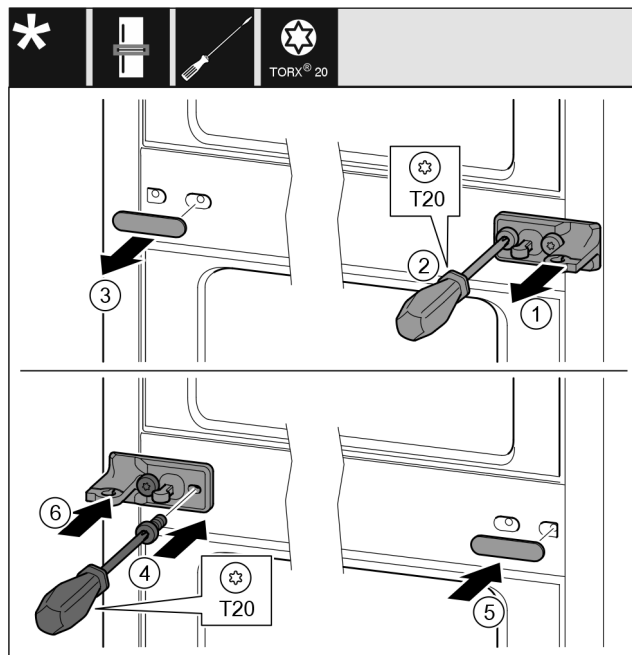

Fig. 33
- ▶ Enlever la rondelle. Fig. 33 (1)
- ▶ Desserrer les vis avec le tournevis T20. Fig. 33 (2)
- ▶ Enlever délicatement le cache. Fig. 33 (3)
- ▶ Visser fermement le support de palier avec film tourné de 180° de l'autre côté. Fig. 33 (4)
- ▶ Poser le cache tourné de 180° de l'autre côté. Fig. 33 (5)
- ▶ Enfiler la rondelle par devant. Fig. 33 (6)